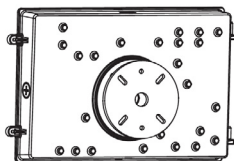

Fig. 2.4
4. Retirer le film protecteur et coller le joint en mousse à l'arrière de la plaque de montage. (Fig. 2.4)